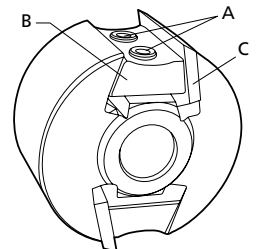
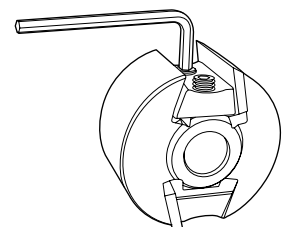

Fig. 1
Fig. 2
1. Desenrosque los dos tornillos de fijación (Fig.1-A) con la llave hexagonal suministrada, hasta la cuña (B) baje y la parte inferior del bloque de la cuña toca el cabezal de corte, vea la figura 2.
5. Apriete los tornillos de fijación con la llave hexagonal suministrada para levantar el bloque en su lugar (Fig.1-B).
1. Unscrew both set screws (Fig.1-A) with the supplied hexagonal key until the wedge block (B) lowers down and the bottom portion of the wedge block touches the cutterhead, see Fig.2.